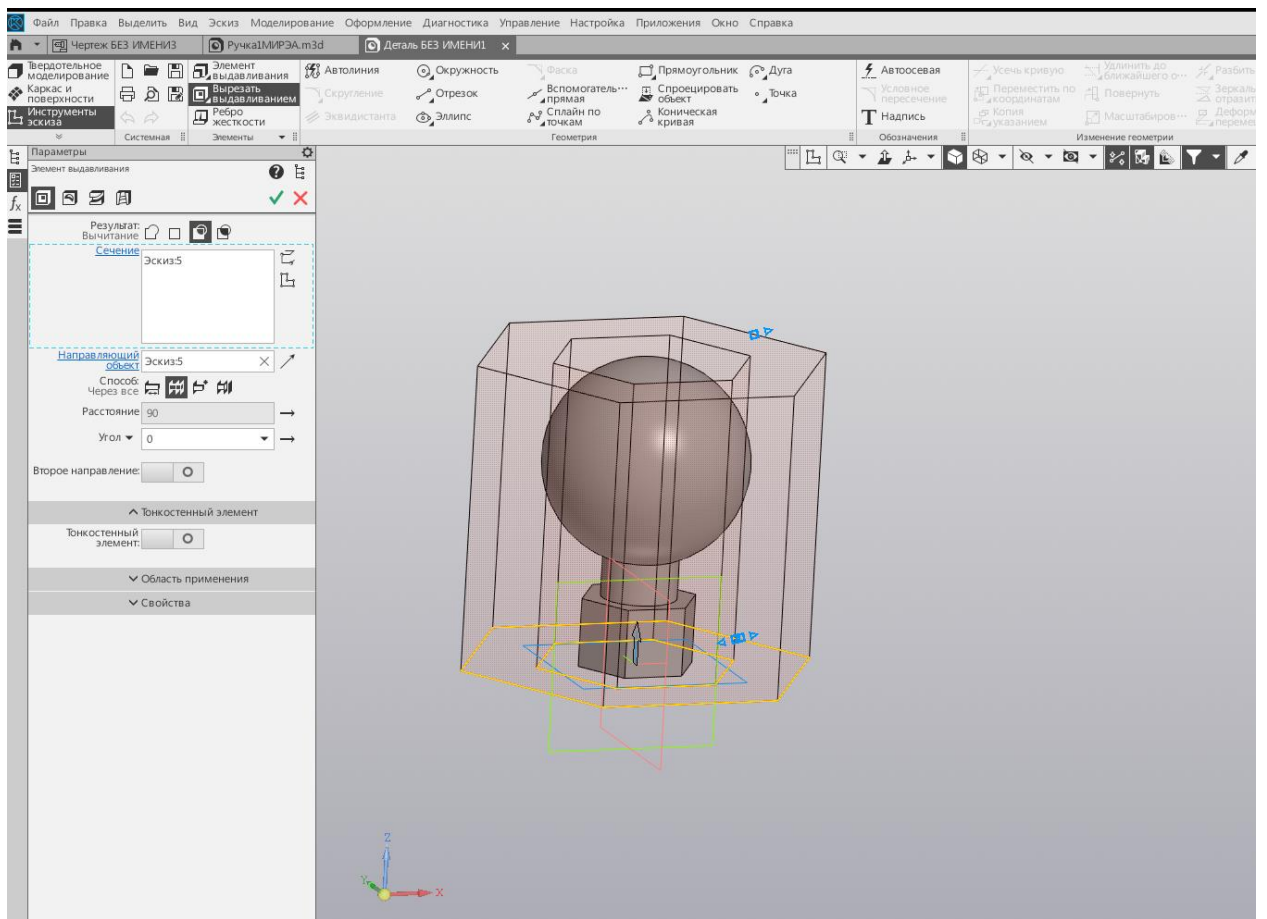

Рис. 12. Применение команды «Вырезать выдавливанием -через все»
7. Используя команду «Вырезать выдавливанием» осуществляем отсекаем шестиугольником от сферы (рис. 12).